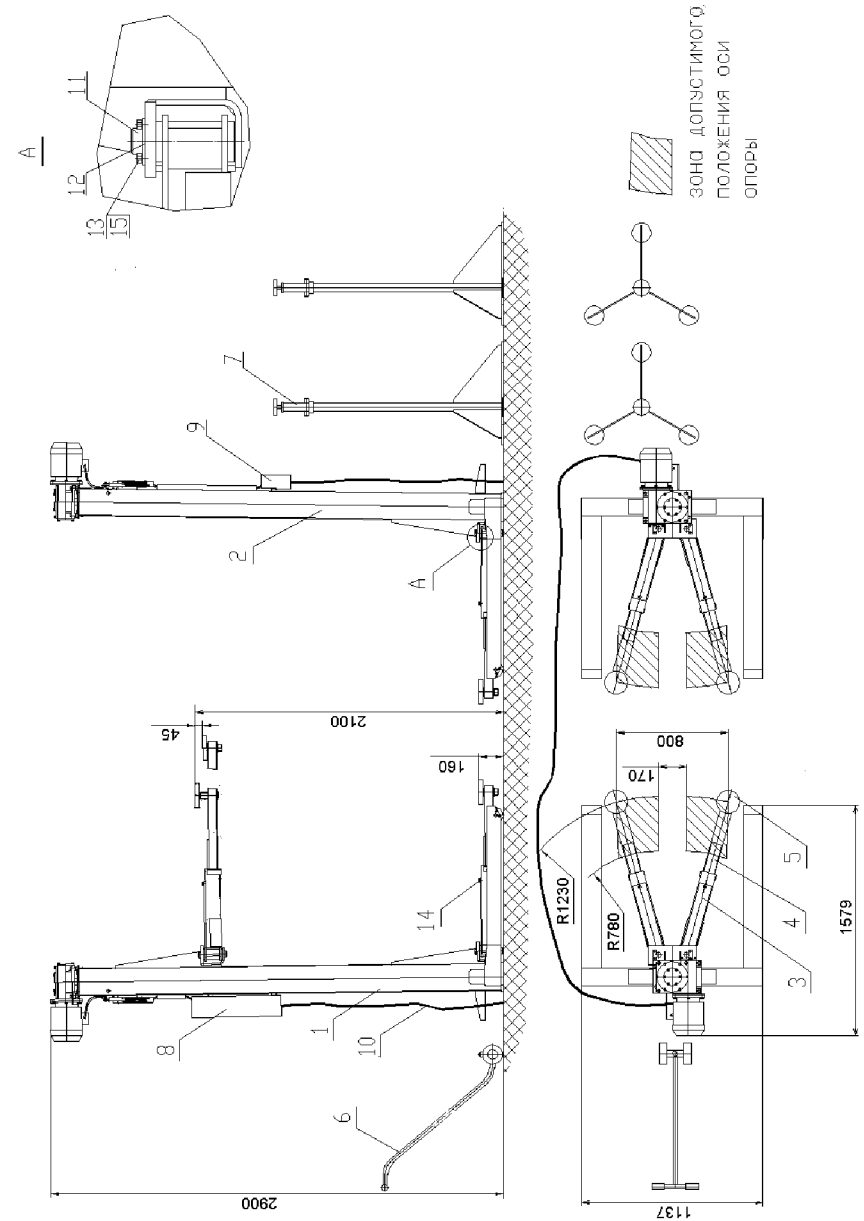

Рис. 1. Подъемник передвижной ПП - 5
4.1. Подъемник состоит из: двух стоек 1 и 2, (см. Рис. 1) четырех балок 3 со вставками 4, четырех опор 5, тележки 6, подставок 7, кабеля соединительного 10.